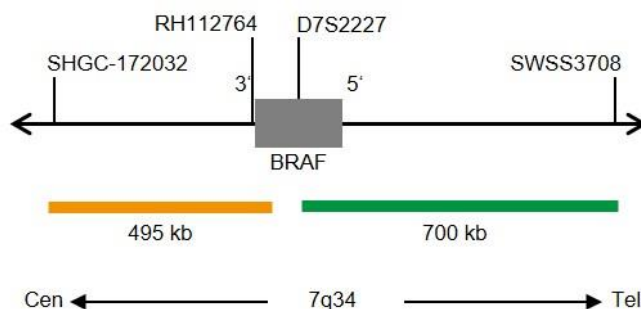

Fig. 1 : Carte de la sonde SPEC BRAF (pas à l'échelle)
- Polynucléotides marqués au ZyGreen (excitation 503 nm/émission 528 nm) (~10,0 ng/μl), qui ciblent des séquences en 7q34\* (chr7:140,535,100-141,233,856) distale de la région de rupture de points de BRAF (voir figure 1).
- Polynucléotides marqués au ZyOrange (excitation 547 nm/émission 572 nm) (~4,5 ng/μl), qui ciblent des séquences en 7q34\* (chr7:139,972,721-140,469,362) proximale de la région des points de rupture de BRAF (voir figure 1).